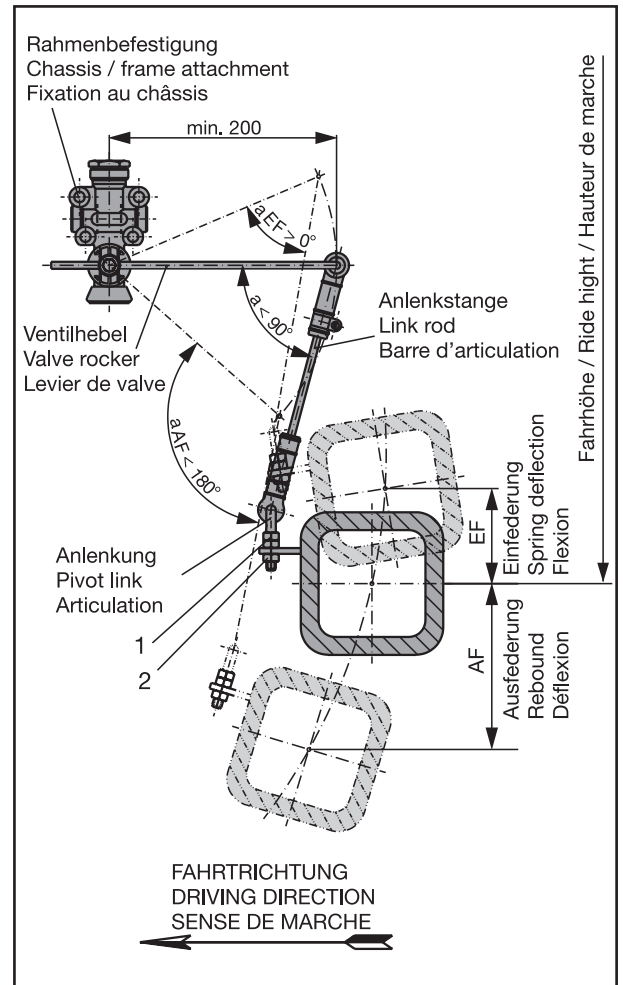

Fig. 1
Mutter (Fig. 1/2) mit Federring (Fig. 1/3) erst nach Einstellen des Luftfederventils anschrauben.
☞ Die Einstellung der Fahrhöhe erfolgt durch Anpassen der Anlenkstange in den Gummigelenken und durch Verstellen an den Kontermuttern (Fig. 1/1). Die Einstellung muss auf ebenem Boden erfolgen. Sie kann bei einem Luftfederventil bei leerem oder beladenem Fahrzeug vorgenommen werden. Bei zwei Luftfederventilen nur bei leerem Fahrzeug.
- [1] Druckluftbehälter auffüllen. Mutter (Fig. 1/2) mit Federring (Fig. 1/3) abschrauben.
Do not screw on nut (Fig. 1/2) complete with spring washer (Fig. 1/3) until after having adjusted the air levelling valve.
The ride height is set by adjusting the link rod in the rubber joints and then fixing this position with the lock nuts (Fig. 1/1). The vehicle must be standing on a level ground when this setting is made. If only one air levelling valve is fitted, the setting can be performed when the vehicle is laden or unladen. If two air levelling valves are fitted, adjustment must be made unladen.
- [1] Fill up compressed air reservoir. Unscrew nut (Fig. 1/2) complete with spring washer (Fig. 1/3).